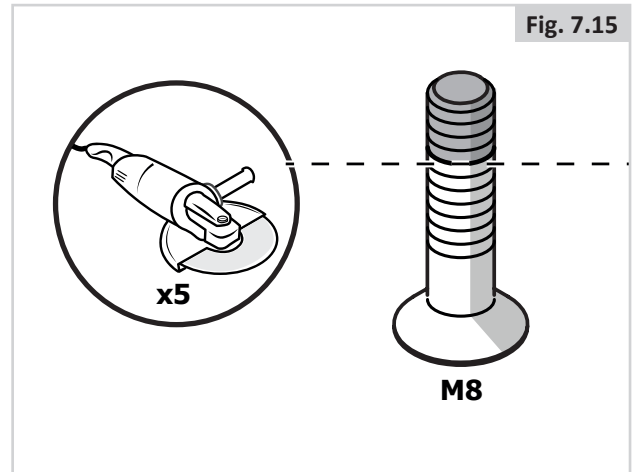

Fig. 7.15
6. Zaag de bout op de plek waar hij is gemarkeerd (Fig. 7.15).